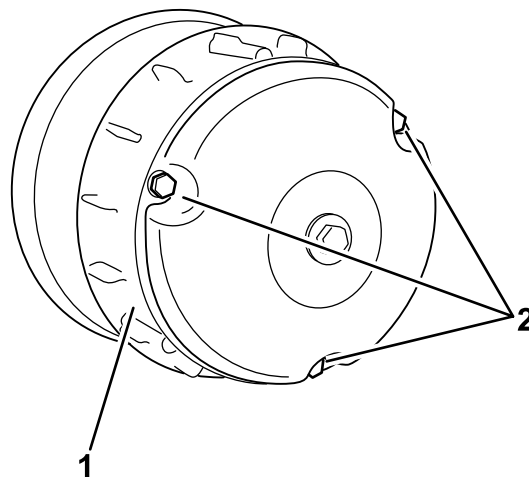

Figure 69
2. Retirez les trois boulons qui fixent le couvercle de l'embrayage et déposez le couvercle (Figure 69).
4. Posez le couvercle d'embrayage et fixez-le avec les 3 boulons (Figure 69) que vous avez retirés à l'opération 2.